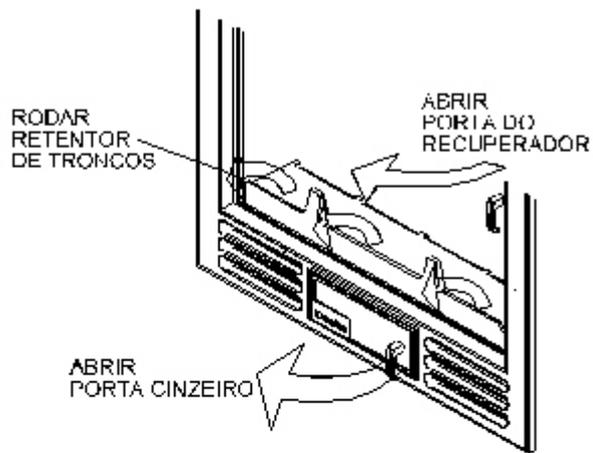

Fig. 15
- a) Abrir a porta do recuperador e do cinzeiro, girar o retentor de troncos. (Fig. 15)